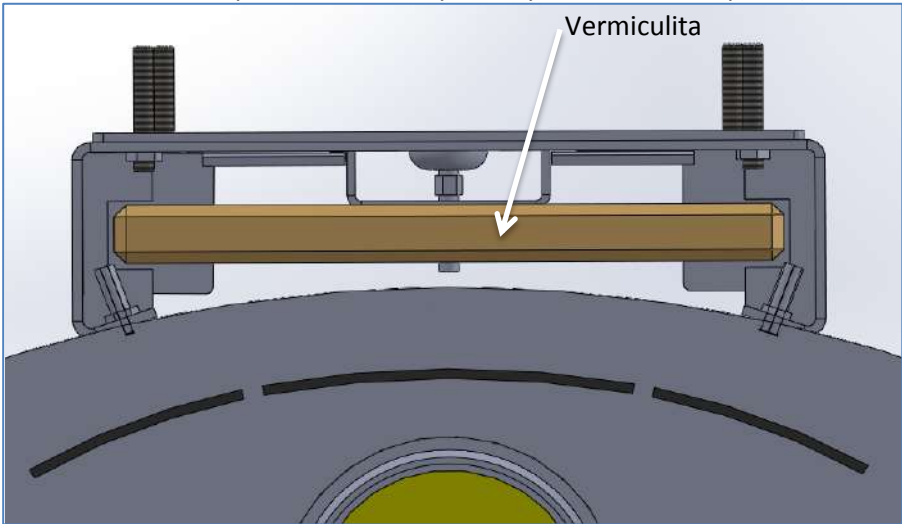

Ilustración 9. Colocación vermiculita
6) Colocada y fijada la estufa correctamente, desembalamos la Pieza Nº 6, y la colocamos dentro de la Pieza Nº 4, haciéndola pasar entre las ranuras de la pieza Nº 7 dejándola centrada, realizada esta operación colocamos la Pieza Nº 5 sobre la parte superior del apoyo estufa, haciendo que los salientes queden por dentro de la pieza (Ilustración 9)•